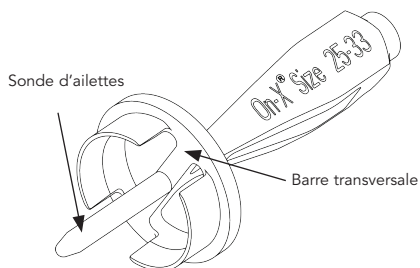

Figure 3 : Rotateur de valve
**Rotateurs** - Le rotateur de valve (Figure 3) est conçu pour réorienter une valve in situ et peut être utilisé pour vérifier la mobilité des ailettes. Le rotateur de valve se compose d'une tête en plastique, dotée d'une sonde centrale destinée à contrôler la mobilité des ailettes, et d'une poignée attachée. Le rotateur de valve est orienté dans le sens approprié pour être inséré dans la valve lorsque la barre transversale de la tête est alignée avec l'axe de pivot des ailettes et que la pointe de la sonde est introduite dans l'orifice central entre les ailettes.